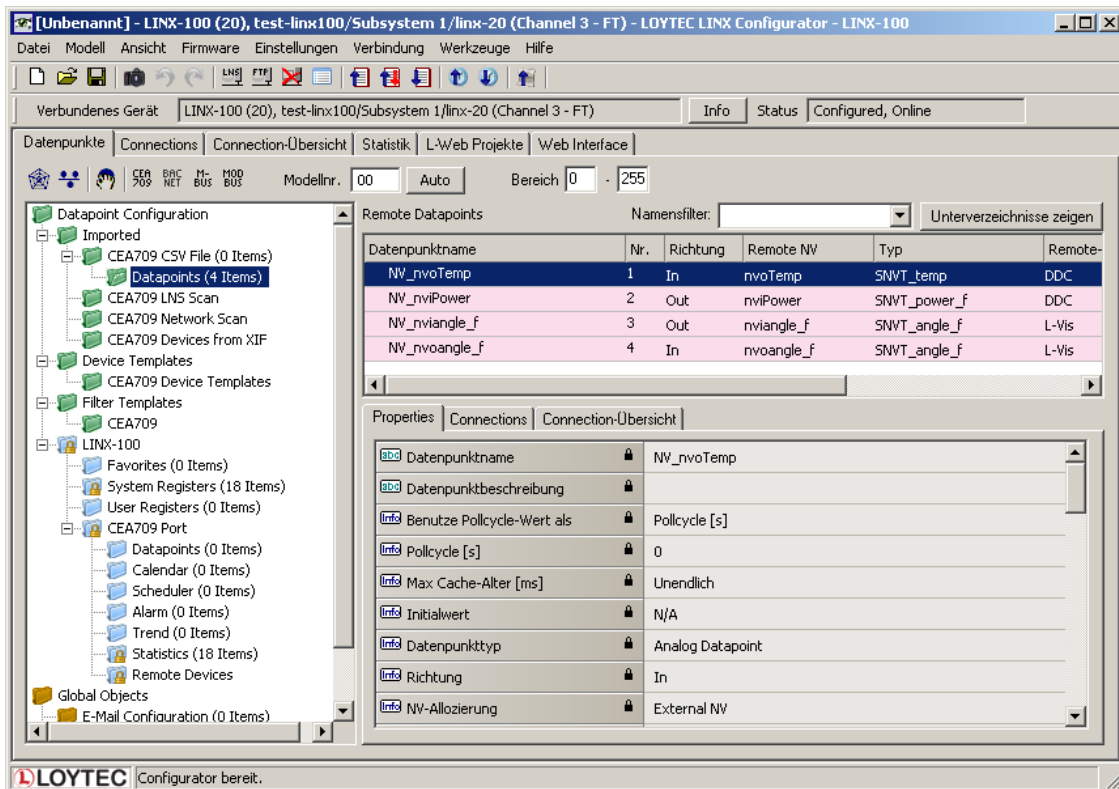

Abbildung 104: Importierte NVs
- Nun wird der CSV-Dateiordner mit den importierten NVs befüllt, wie in Abbildung 104 gezeigt wird.